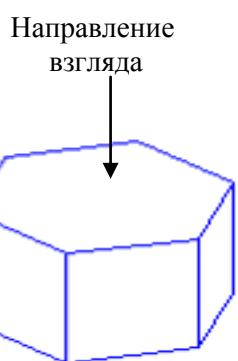

Рис. 3.39. Направление взгляда
- выбирают ориентацию, которая должна соответствовать направлению взгляда на деталь для данного эскиза (например, *Вид сверху*, как на рис. 3.39);